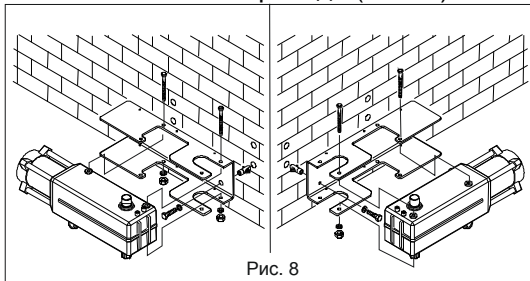

Рис. 8
1. Закрепите монтажное основание, используя анкерные болты, дюбельгвозди или саморезы диаметром 10 мм (рис. 8). Проверьте его горизонтальность.
2. Установите двигатель на монтажное основание и закрепите его двумя винтами из комплекта привода (Рис. 8).